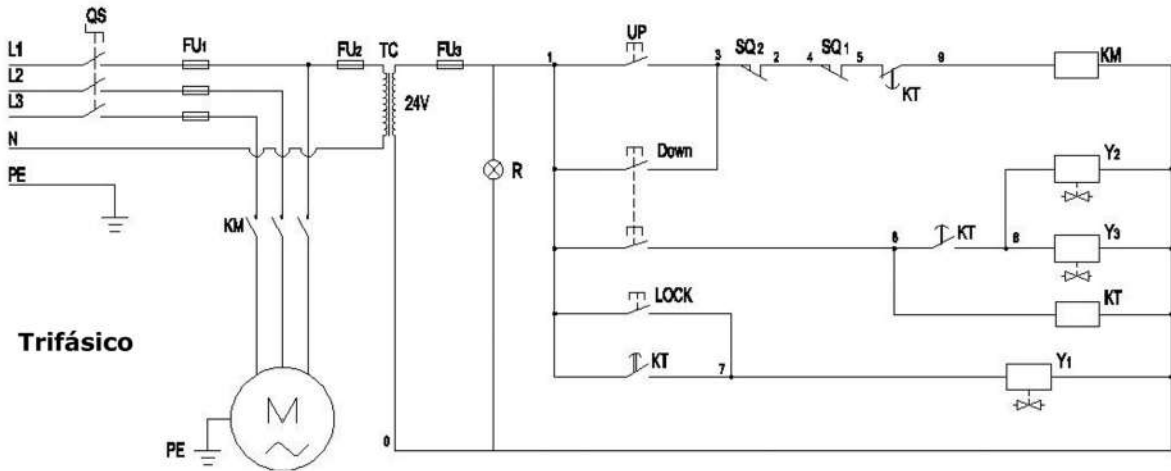

Fig. 34
2.3 Diagrama de circuito de 380V (Ver Fig. 34)